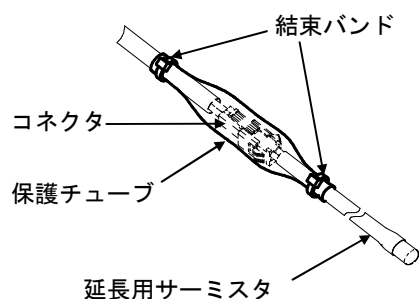

図1
2. 延長用サーミスタ先端から付属の保護チューブを通し、コネクタ全体が隠れるようにして保護チューブの両端を付属の結束バンドで固定してください。（図1）